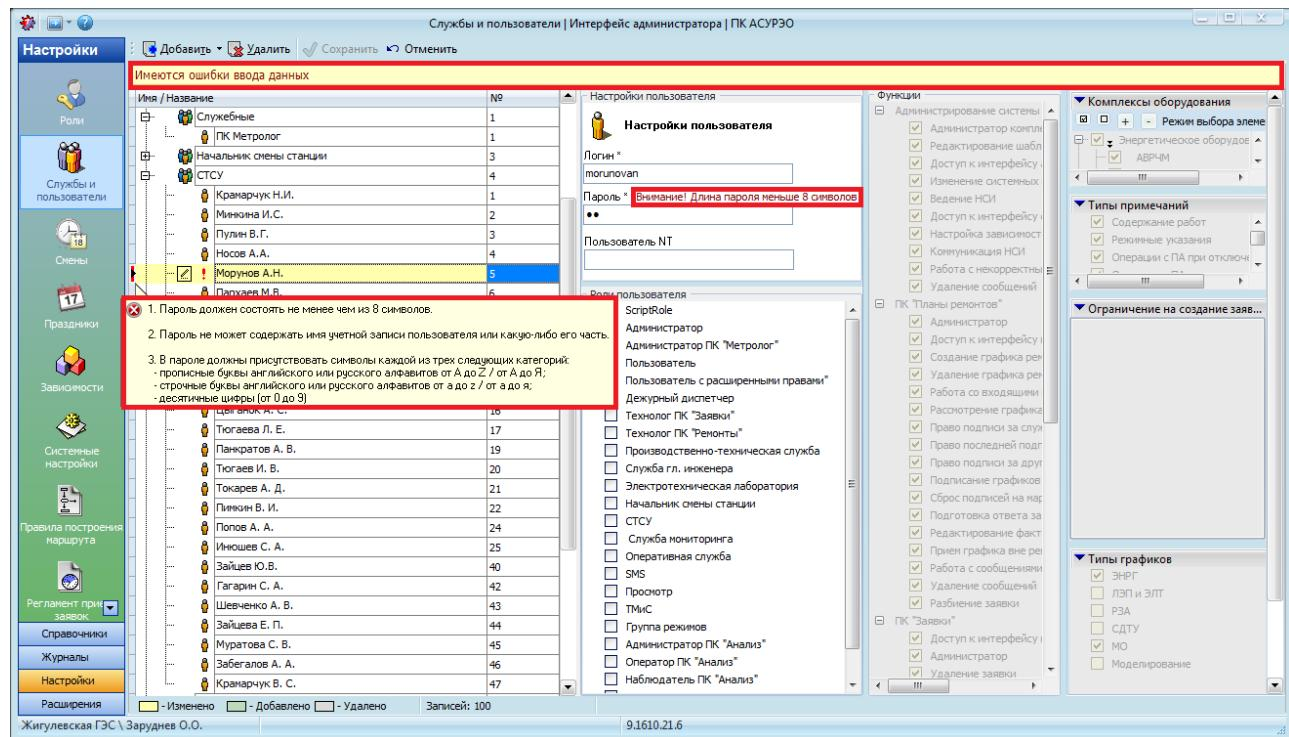

Рисунок 7.31 – Ошибка при вводе пароля пользователя
- в поля «Логин» и «Пароль» вводится учетное имя пользователя и пароль, которые используются для входа в АСУРЭО . Учетное имя должно быть уникальным для каждого пользователя АСУРЭО . После создания и сохранения нового пользователя изменение учетного имени не доступно. Длина пароля должна составлять не менее восьми символов. Пароль пользователя не должен совпадать с его учетным именем. В случае ввода неправильного пароля отображается сообщение «*Внимание! <Причина ошибки ввода пароля>*», в строке пользователя появляется красный индикатор, при наведении на который появляется сообщение об ошибке. (Рисунок 7.31);